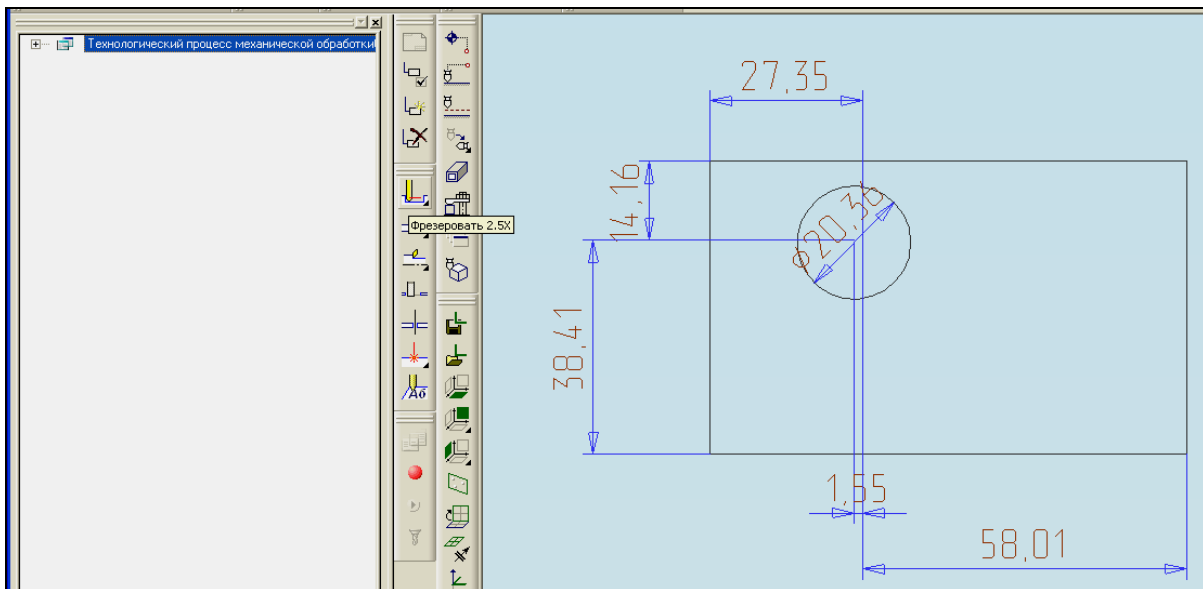

Рисунок 5.9 – Вибір команди «Фрезеровать» на панелі інструментів
- вибираємо команду «Фрезеровать» на панелі інструментів і задаємо параметри фрезерування (рис. 5.9).